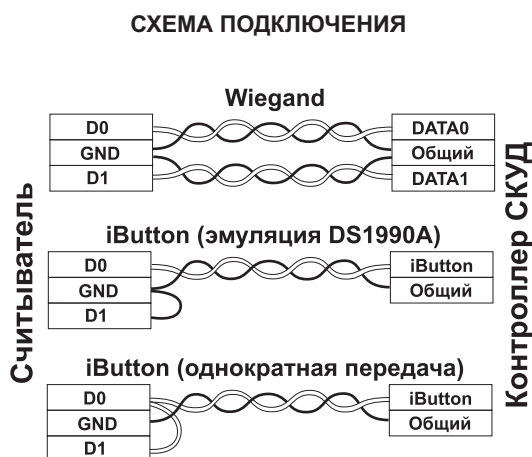

Рис. 2
Параметры интерфейса подключения считывателя к контроллеру можно настроить вне зависимости от режима (защищённый/незащищённый). Исходно активен протокол передачи Wiegand. Выбор протокола iButton (TM) осуществляется замыкание DATA1 (коричневый) на GND (чёрный) (см.рис.2). Передача TM осуществляется по DATA0 (белый).